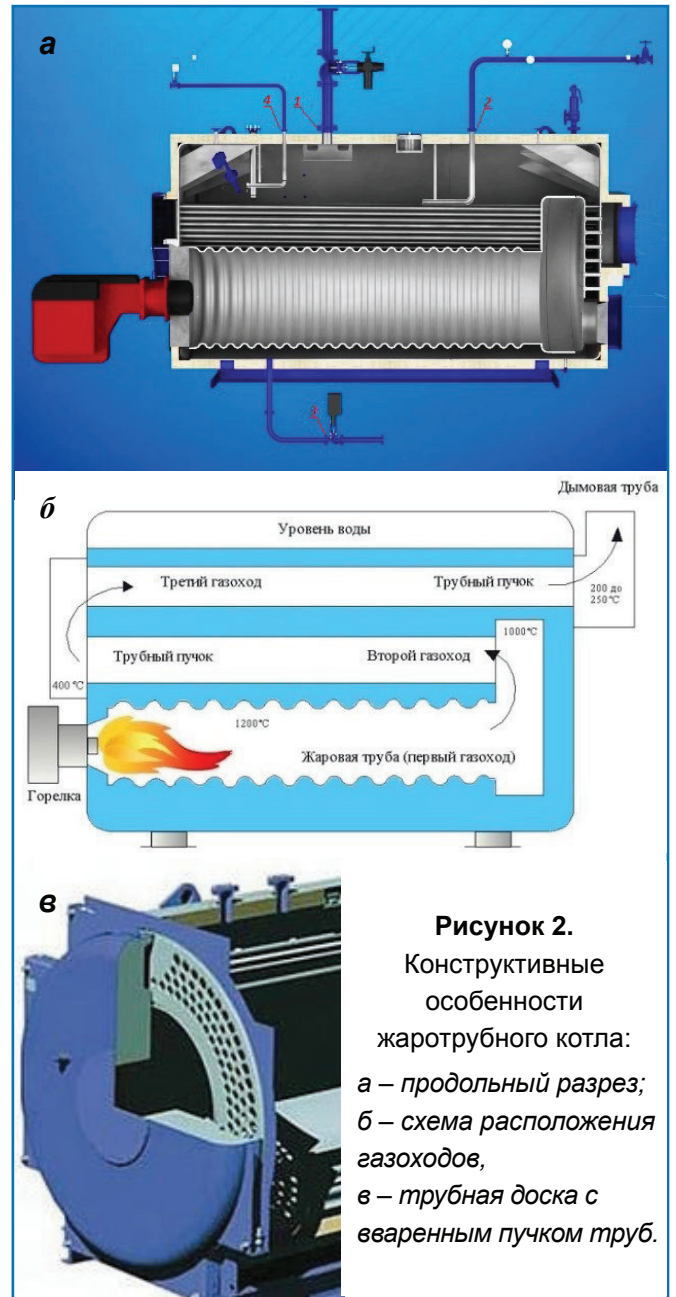

Рисунок 2. Конструктивные особенности жаротрубного котла:
Жаротрубный котёл представляет собой цилиндр, внутри которого находится жаровая и дымогарные трубы, по которым идут дымовые газы (рис. 2а). Межтрубное пространство – герметичная полость – заполняется водой, которая, собственно, и нагревается. Для улучшения теплоотдачи дымогарные трубы выполнены в 2-3 хода (поворота): газы, которые образуются в жаровой трубе при сгорании топлива, меняют своё направление движения и возвращаются к фронтальной части отопительного оборудования. После отдачи тепла теплоносителю они выводятся
наружу через дымоход (рис. 2б). Обечайка котла, жаровая и дымогарные трубы ввариваются в трубные доски – переднюю и заднюю, создавая, таким образом, цельную конструкцию котла (рис. 2в).
1. Большинство жаротрубных котлов имеют патрубки для подключения только в центральной части котла или ближе к тылу (сторона, противоположная горелке) (рис. 2а, позиции 1, 2). Забрать жидкость внизу можно только с одной точки – дренажного патрубка, который также находится в тыловой части котла, внизу (рис. 2а, поз. 3). Получается, что при такой схеме подключения практически не омывается фронтальная трубная доска со стороны горелки.